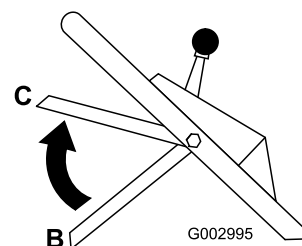

Figura 22
4. Levante la barra de control hasta la posición central, unas 12.7 cm (5 pulg.) por debajo del travesaño del manillar (Posición C en Figura 22).
5. Suelte la barra de control de la cuchilla (Posición B en Figura 22).